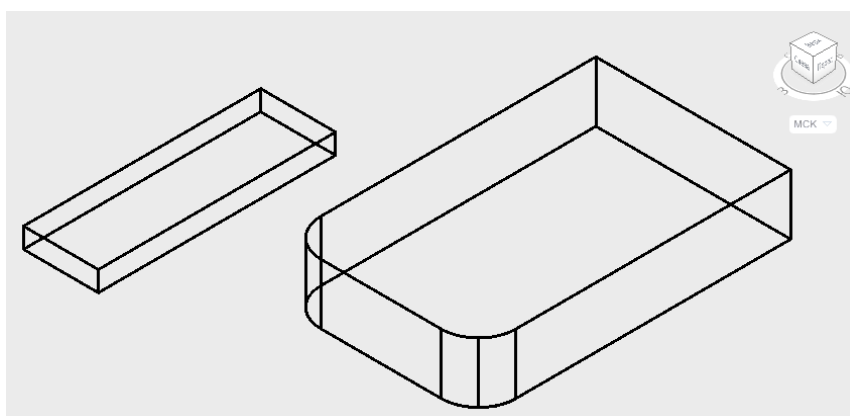

Рис. 5.4
4. Продольный паз прямоугольной формы в основании детали построить с помощью команд **ЯЩИК**, **ПЕРЕНЕСТИ**, **ВЫЧИТАНИЕ** (рис. 5.4 – 5.6).